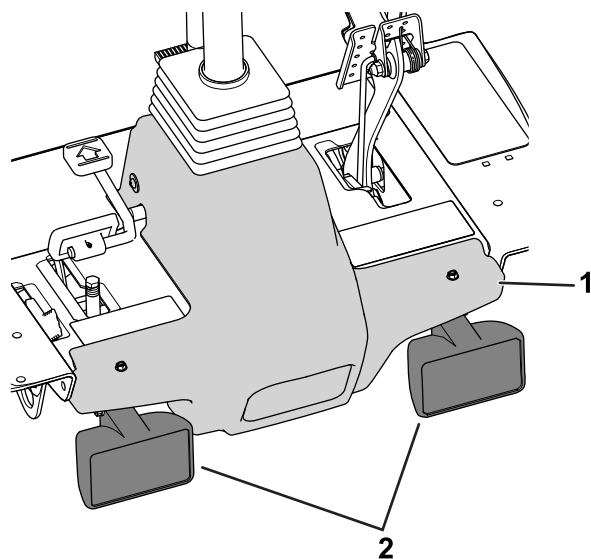

Figura 1
- Desenchufe los conectores de los faros del carenado y retire las fijaciones que sujetan el carenado de la carcasa al bastidor de la máquina (Figura 1).